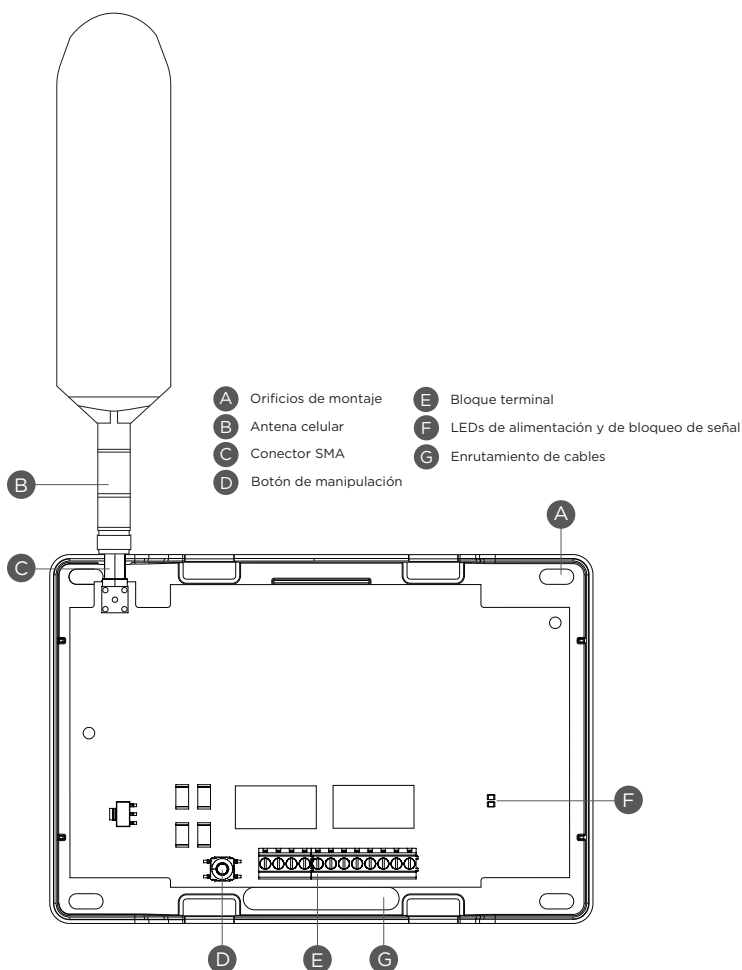

Figura 2: Componentes del sistema
El módulo debe montarse en una pared utilizando los tornillos #6 incluidos en los orificios de montaje. Consulte la Figura 2. Monte el módulo en un lugar seguro y seco para protegerlo de daños ocasionados por manipulación o factores ambientales. No es necesario retirar la PCB al instalar el módulo.
1. Coloque la antena sobre el conector SMA. Consulte la Figura 2.